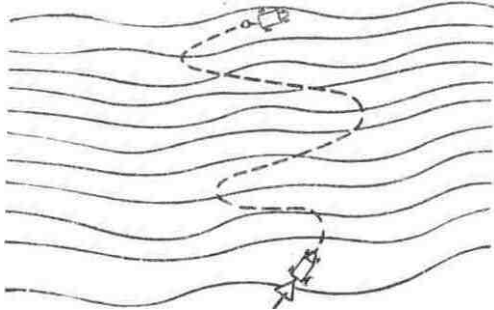

Рис. 74
2. Когда движение по склону высоты возможно, подъем орудий может производиться тягачом по зигзагообразному пути, как показано на рис. 74.